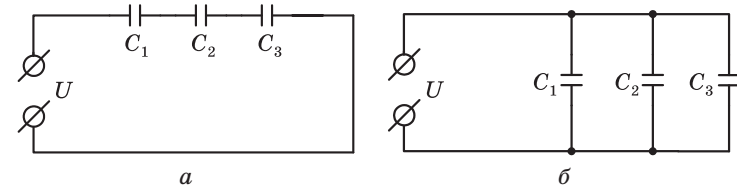

Рис. 1.6. Соединение конденсаторов в батарею:
**Последовательное соединение конденсаторов.** При последовательном соединении конденсаторов (рис. 1.6, а) контакт правой пластины первого конденсатора соединяют с контактом левой пластины второго, контакт правой пластины второго конденсатора соединяют с контактом третьего конденсатора и т. д. При прохождении электрического тока по цепи с последовательно соединенными конденсаторами на электродах всех конденсаторов будут одинаковые по величине заряды, независимо от величины его емкости.
При параллельном соединении конденсаторов в батарею клеммы левых пластин соединяют в одну общую точку, как показано на рис. 1.6, б, а клеммы правых пластин в другую общую точку. К общим узлам подводится электрическое питание. При параллельном соединении конденсаторов общая емкость батареи будет равна сумме емкостей отдельных конденсаторов: